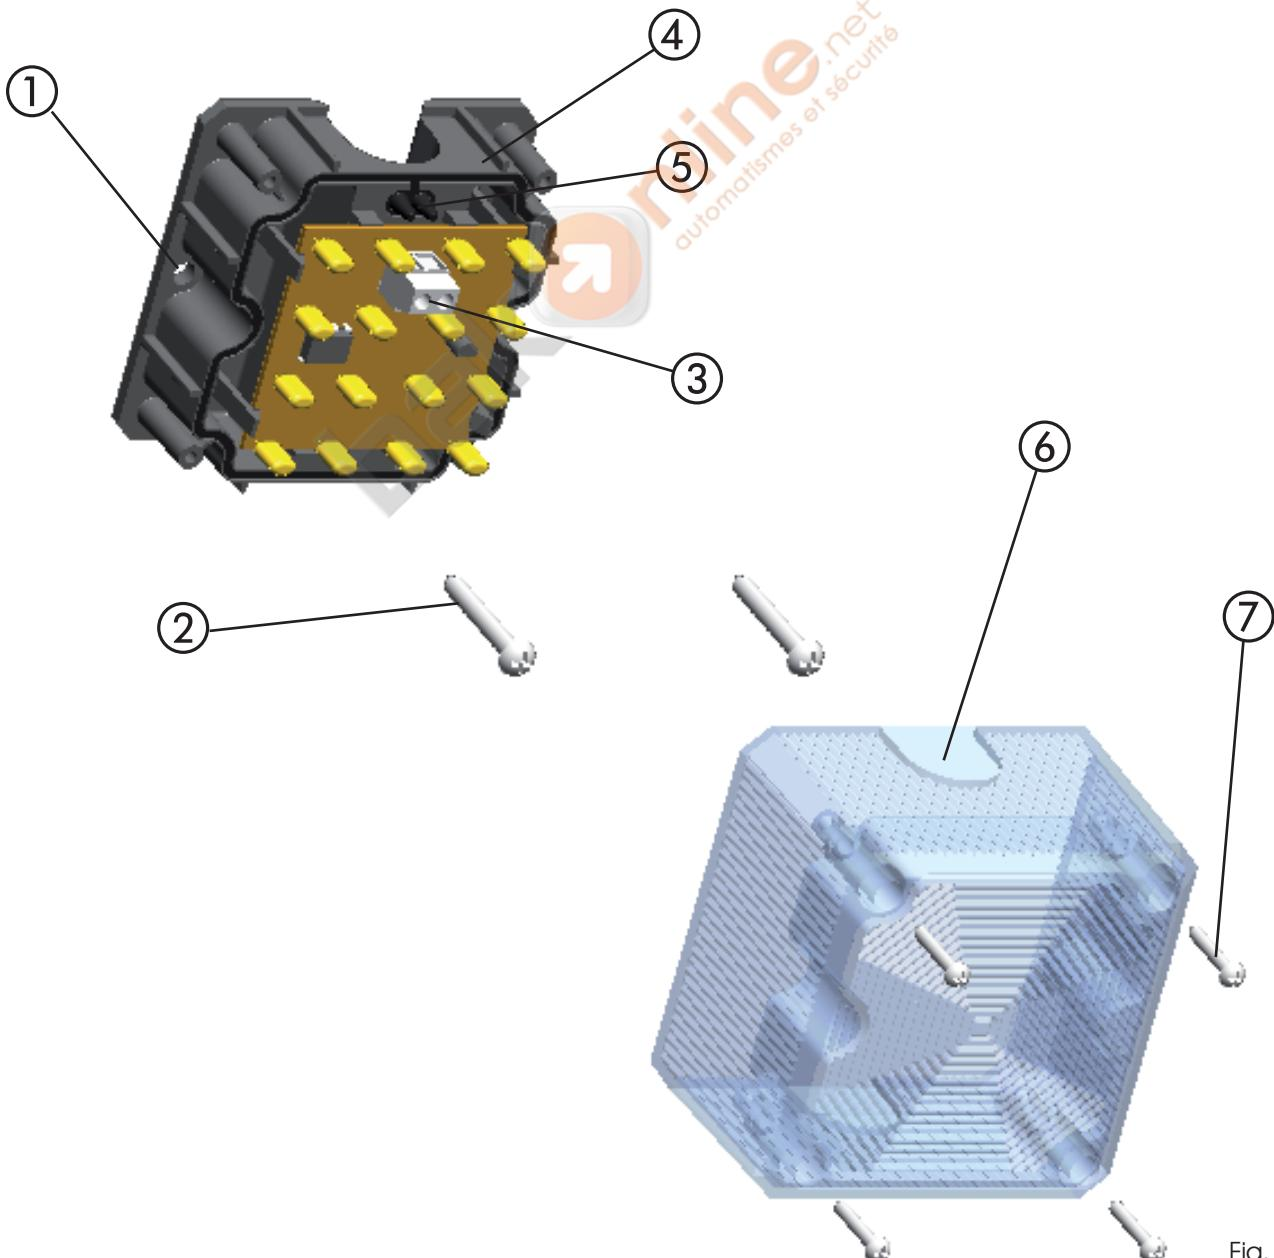

Fig. 1
Per le operazioni di montaggio fare riferimento alla Fig. 1:
- Fissare la base (rif. ④) del lampeggiatore effettuando 2 fori (rif. ①) di adeguata misura.
- Le viti di fissaggio (rif. ②) NON sono fornite a corredo.
- Effettuare i collegamenti elettrici facendo riferimento alle istruzioni dell'apparecchiatura elettronica. Passare i fili nel pressacavo di gomma (rif. ⑤) e collegarli ai morsetti (rif. ③).
- In caso di impianto elettrico con canaline esterne, sfondare le prefratturazioni sul coperchio (rif. ⑥ Fig. 1).
- Chiudere il coperchio avitando le viti a corredo (rif. ⑦ Fig. 1).
Für die Arbeitsschritte bei der Montage wird auf die Abb. 1 verwiesen:
- Die Basis (Bez. ④) der Blinkleuchte durch Ausführung von 2 Bohrlöchern (Bez. ①) angemessener Größe befestigen.
- Die Befestigungsschrauben (Bez. ②) sind NICHT im Lieferumfang enthalten.
- Die elektrischen Anschlüsse entsprechend den Anweisungen des elektronischen Steuergeräts vornehmen. Die Drähte durch die Kabelverschraubung aus Gummi (Bez. ⑤) ziehen und an die Klemmen (Bez. ③) anschließen.
- Bei elektrischen Anlagen mit externen Kabelkanälen die Vorperforierung auf dem Deckel durchbrechen (Bez. ⑥, Abb. 1).
- Den Deckel verschließen und hierzu die beiden im Lieferumfang enthaltenen Schrauben anschrauben (Bez. ⑦, Abb. 1).
For the installation operations, refer to Fig. 1:
- Secure the base (ref. ④) of the flashing light, by drilling two holes (ref. ①) of sufficient size.
- The securing screws (ref. ②) are NOT supplied.
- Make the electrical connections, referring to the instructions of the control board. Route the wires through the rubber cable gripper (ref. ⑤) and connect them to the terminals (ref. ③).
- If your electrical system has external raceways, break through the pre-perforations on the cover (ref. ⑥ Fig. 1).
- Close the cover, fastening the supplied screws (ref. ⑦ Fig. 1).
Para las operaciones de montaje, remítase a la Fig. 1:
- Fije la base (ref. ④) del destellador, para ello haga dos orificios (ref. ①) de la medida adecuada.
- Los tornillos de fijación (ref. ②) NO se suministran en dotación.
- Realice las conexiones eléctricas tomando como referencia las instrucciones del equipo electrónico. Pase los hilos por el sujetacables de goma (ref. ⑤) y conéctelos a los bornes (ref. ③).
- Si la instalación eléctrica tiene canales externos, rompa la zona precortada de la tapa (ref. ⑥ Fig. 1).
- Cierre la tapa atornillando los tornillos suministrados en dotación (ref. ⑦ Fig. 1).
Pour les opérations de montage, voir la Fig. 1:
- Fixer la base (réf. ④) de la lampe clignotante en réalisant 2 trous (réf. ①) d'une dimension adéquate.
- Les vis de fixation (réf. ②) NE sont PAS fournies.
- Réaliser les connexions électriques d'après les instructions de l'armoire électronique. Passer les fils dans le serre-câble en caoutchouc (réf. ⑤) et les connecter aux bornes (réf. ③).
- En cas d'installation électrique avec des conduites externes, défoncer la pré-cassure sur le couvercle (réf. ⑥ Fig. 1).
- Fermer le couvercle avec les vis fournies (réf. ⑦ Fig. 1).